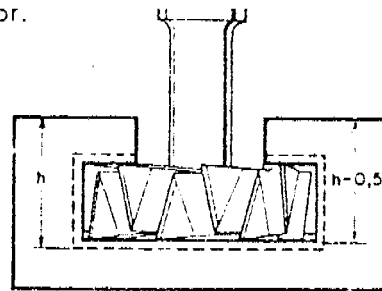

Figura 3
- a. Centre la fresa respecto al eje de la ranura hecha y ubíquela a la altura (  $h - 0,5\text{mm}$  ) ( Figura 3 ).